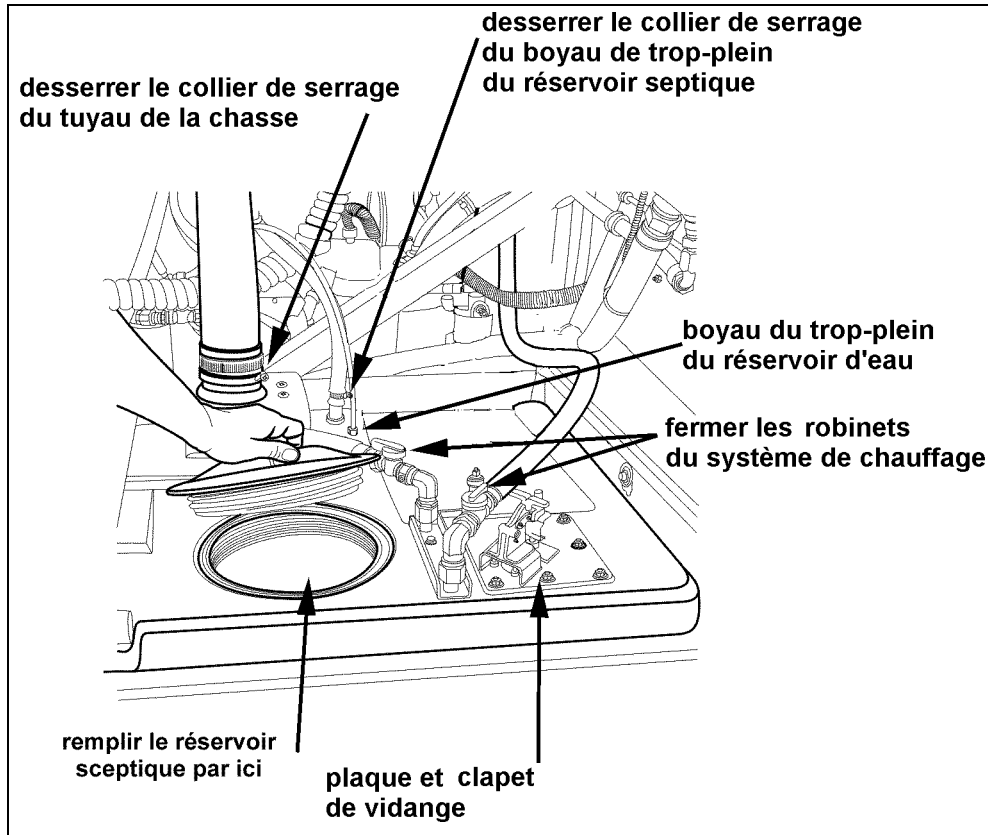

FIGURE 9 : RÉSERVOIR SEPTIQUE AUXILIAIRE ET COMPOSANTES
7. Dans le compartiment d'accès au côté droit du moteur, déboulonner la plaque du clapet de vidange (figure 9) et retirer le tout du réservoir septique auxiliaire. Assurez-vous d'avoir le joint d'étanchéité (figure 4) à la base de l'assemblage car celui-ci peut être resté au fond du réservoir.
8. Fermer les robinets du système de chauffage (option) du réservoir septique auxiliaire (figure 9).
10. Desserrer le collier de serrage du tuyau de la chasse et retirer le tuyau du raccord (figure 9).
11. Desserrer le colliers de serrage du boyau de trop-plein du réservoir septique et retirer le boyau (figure 9).
12. Dévisser le raccord du boyau de trop-plein du réservoir d'eau (figure 9).
22. Réinstaller le tuyau de la chasse sur le raccord du nouveau réservoir et serrer le colliers de serrage (figure 9).
23. Raccorder le boyau de trop-plein du réservoir septique sur le nouveau réservoir septique auxiliaire et serrer le collier de serrage. Raccorder aussi le boyau de trop-plein du réservoir d'eau (figure 9).